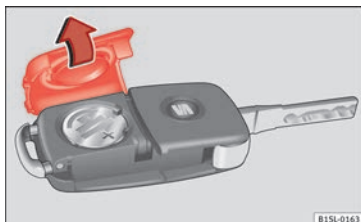

Fig. 30 Chave do veículo: tampa do compartimento da pilha.
- Retire a tampa da parte traseira da chave do veículo »» Fig. 30 na direção da seta »» ❶.
- Coloque a tampa na carcaça da chave do veículo, pressionando-a tal como se mostra »» Fig. 30, no sentido contrário ao da seta, até que encaixe.
❶ CUIDADO